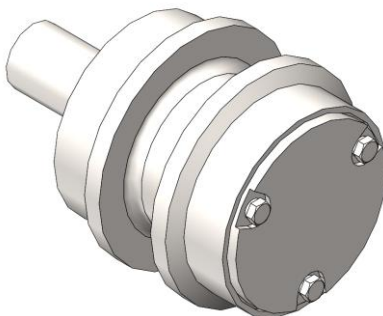

Рисунок 5.72. Внешний осмотр поддерживающего катка
- ▶ Провести визуальный осмотр (рис. 5.72). Не допускается течь масла из-под опорных крышек;